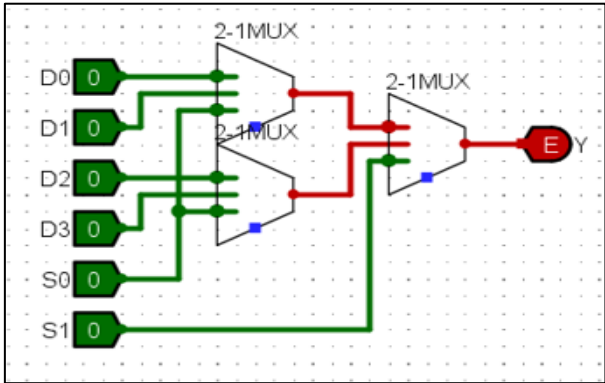
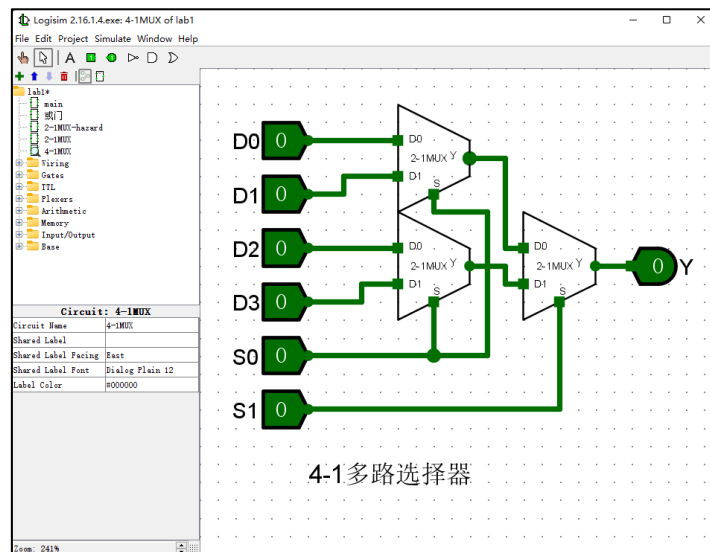

图 1.30 存在连线错误的主电路图
图 1.31 修正后的主电路图
9) 修订错误连线。如图 1.30 所示，打开 401MUX 电路的工作区中出现红色连线，则说明发生连线错误，需要重新连接端口。经修订后，得到如图 1.31 所示的电路图。